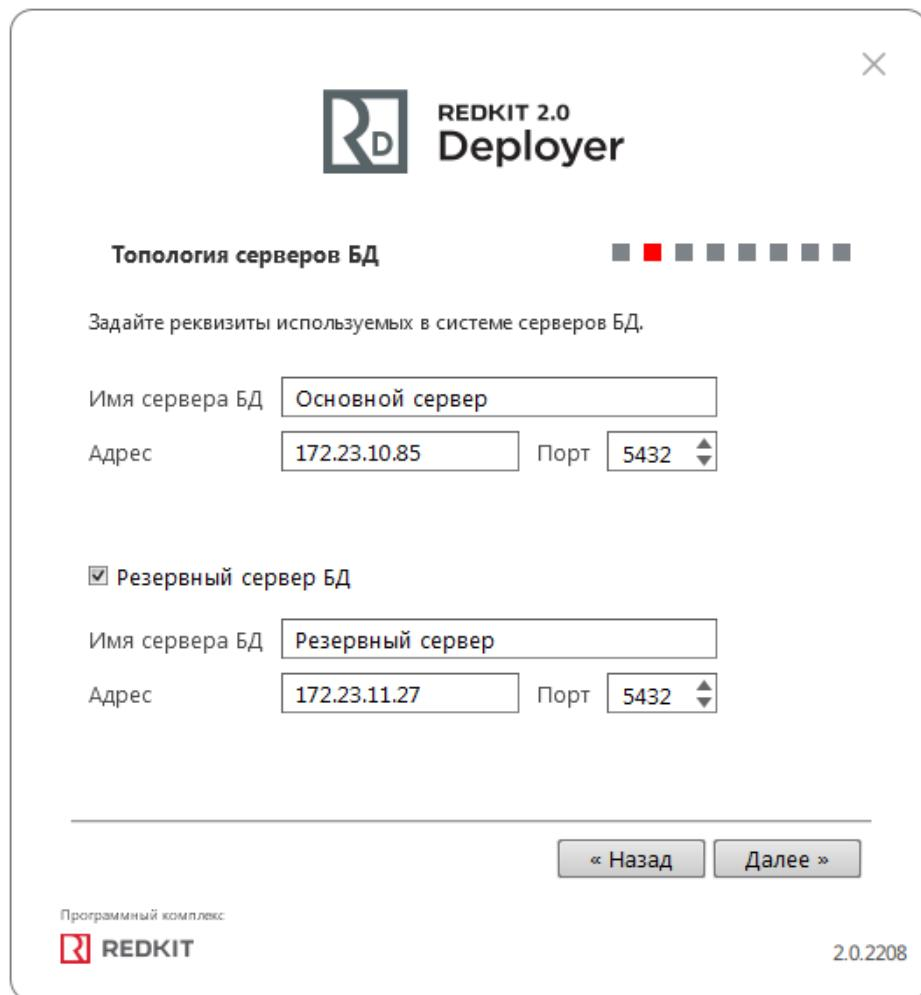

Рисунок 37 - Топология серверов БД
5. Укажите реквизиты серверов БД: имя серверов БД (длина имени БД ограничена 16 символами), IP-адреса основного и резервного серверов. Порты должны соответствовать тем портам, на которых запускается postgres. Нажмите Далее (Рисунок 37).